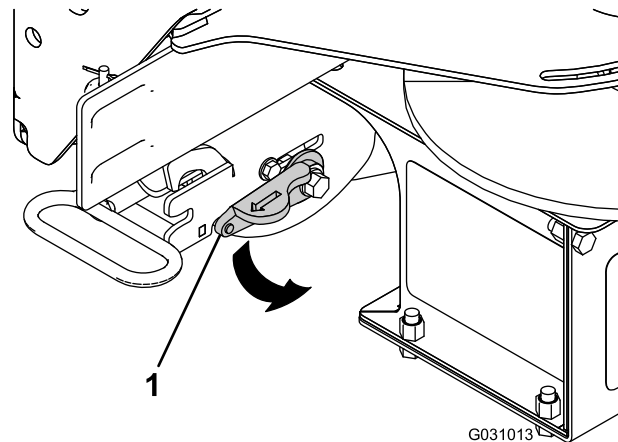

Figura 21
2. Gire la palanca de bloqueo en la pieza de fijación RT3 hasta la posición de BLOQUEO (Figura 21).